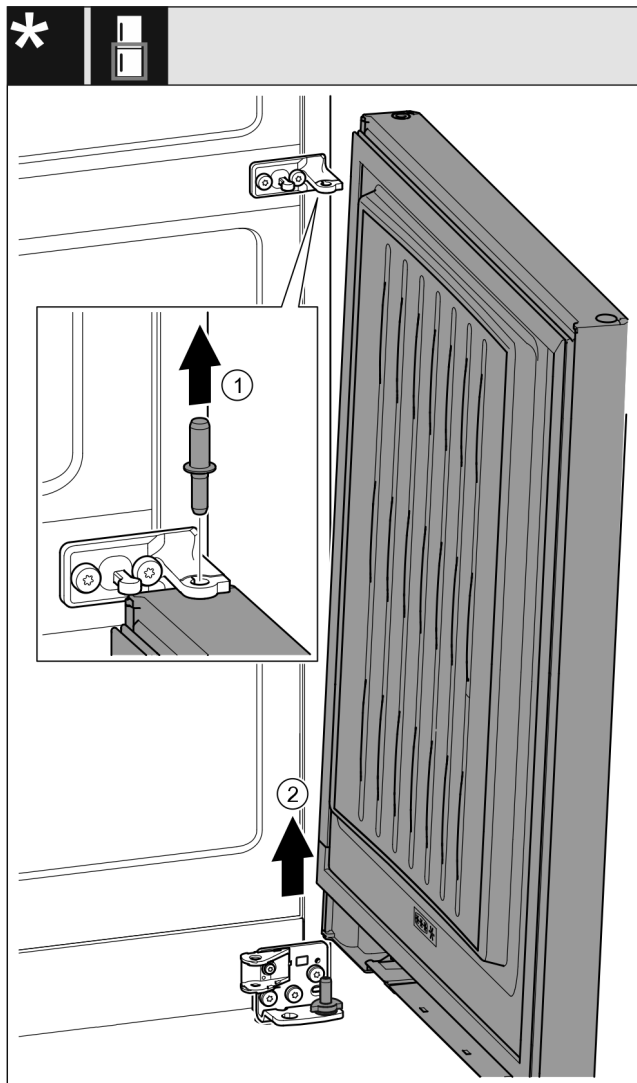

Fig. 31 S tlumičem zavírání*
- Čep Fig. 31 (1) vytáhněte nahoru.*
- Dveře Fig. 31 (2) kýváním vysadíte a odložíte stranou.*